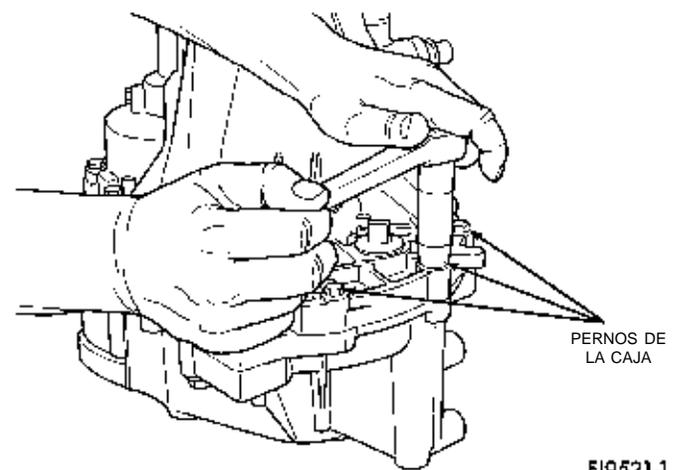

Fig. 30 Pernos de la caja
- (1) Coloque el transeje sobre el banco.
- (2) Retire las palancas de cambios. Desmonte los pernos de las mitades de la caja del transeje (Fig. 30).